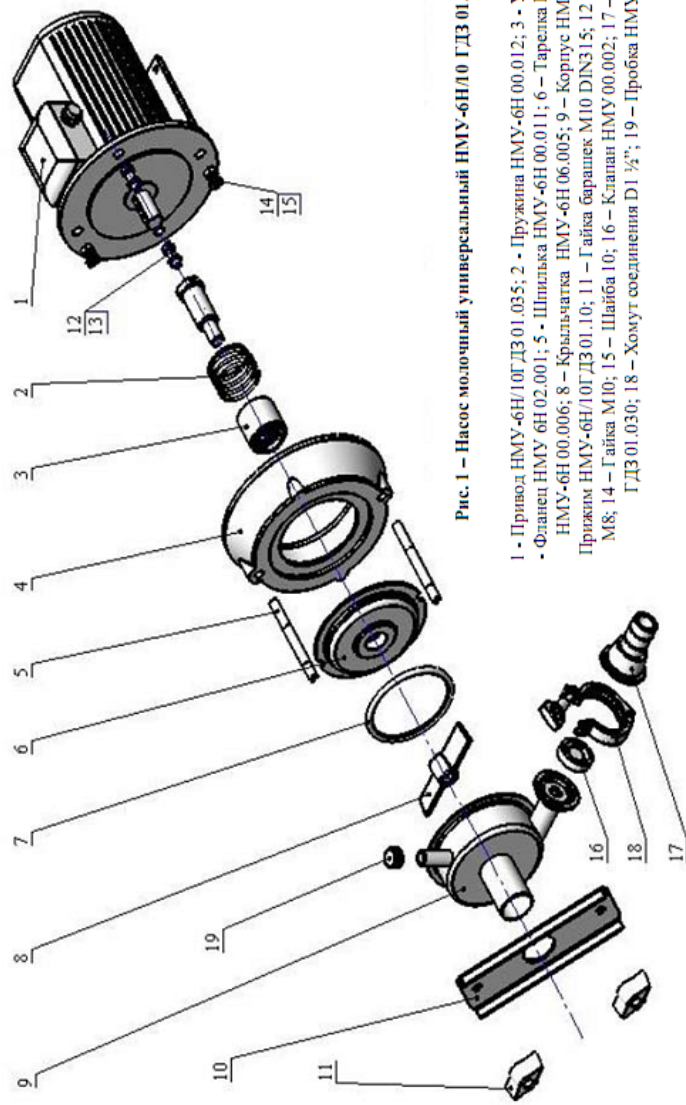

Рис. 1 – Насос молочный универсальный НМУ-6Н/10 ГДЗ 01.005
| Продефектировать все снятые составные части, вышедшие из строя - заменить | Не допускаются прорывы резиновых деталей, поломки и трещины пластмассовых деталей, износ кольца НМУ-6Н.00.006 (рис. 1) не допускается | | То же |
- Снять корпус 9, крыльчатку 8 и тарелку 6, предварительно отвинтив гайки 11 (рис. 1). С тарелки 6 снять кольцо 7.
- Снять уплотнитель наконечника 3 и пружину 2 (рис. 1).
| Насос не перекачивает жидкость из открытой емкости или перекачивает с пониженной подачей | Насос собран неправильно Неправильное направление вращения двигателя | Установить согласно рис. 1 Поменять между собой две фазы питающего напряжения |